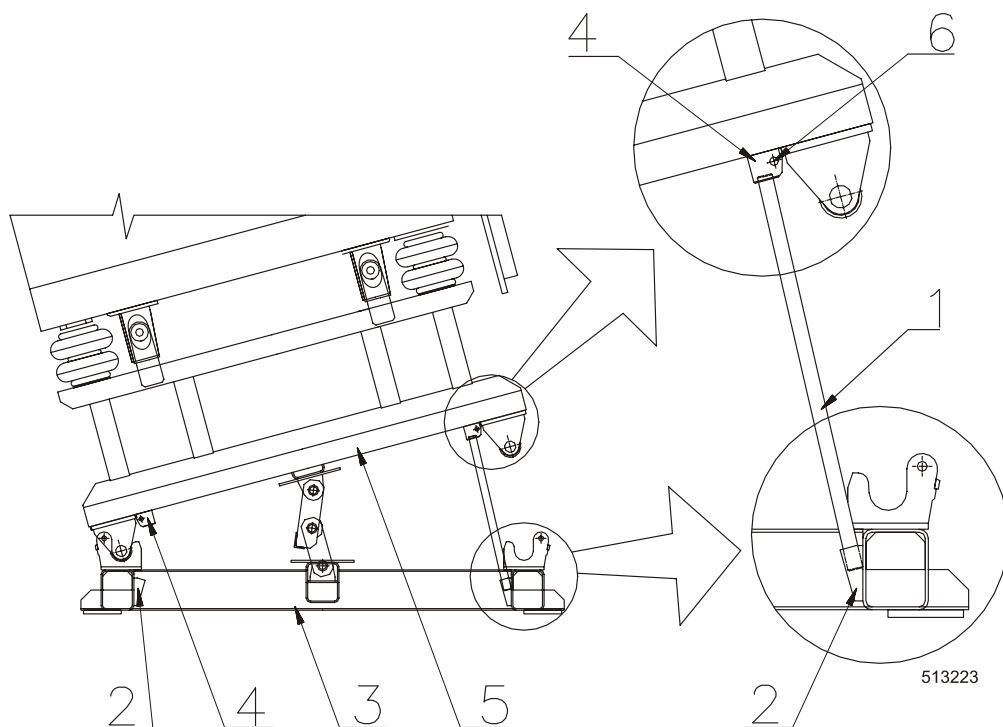

Fig. 5. Posizionamento dei supporti
2. Collocare entrambi i supporti (fig. 5. numero 1) nelle corrispondenti cavità (numero 2) nel telaio inferiore della macchina (numero 3).